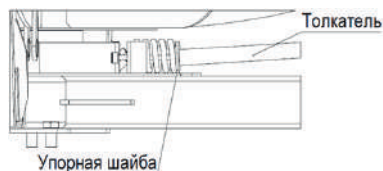

Рис. 6. Положение толкателя
- на модели ВРК Буран-11 поднять стойку до упора в верхнюю ось ограничитель и в этом положении задвинуть подвижную стойку так, чтобы толкатель касался упорной шайбы, но не нажимал на неё (см. рис. 6 и 12). После этого зафиксируй-те подвижную стойку болтами на основании бухтодержателя;